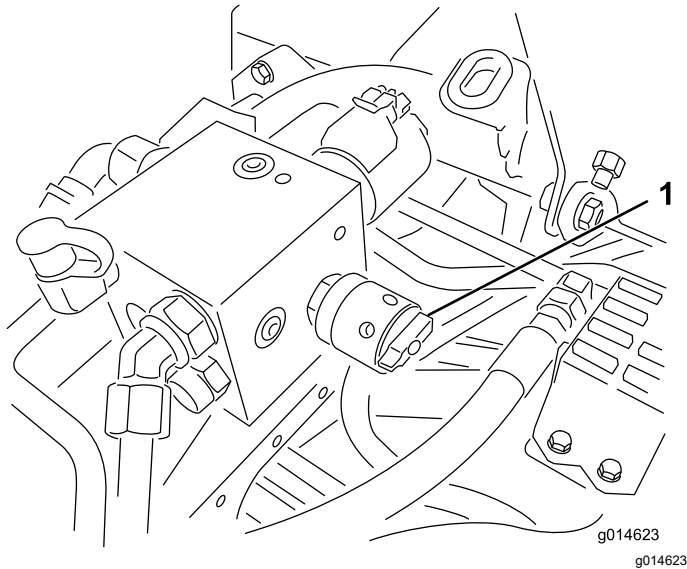

Figure 58
6. Tournez la commande de vitesse des cylindres à la position 1 (Figure 58).
4. Pour régler la vitesse des cylindres, tournez le bouton (Figure 58) jusqu'à ce que les flèches soient en face de la valeur déterminée à l'opération 3.